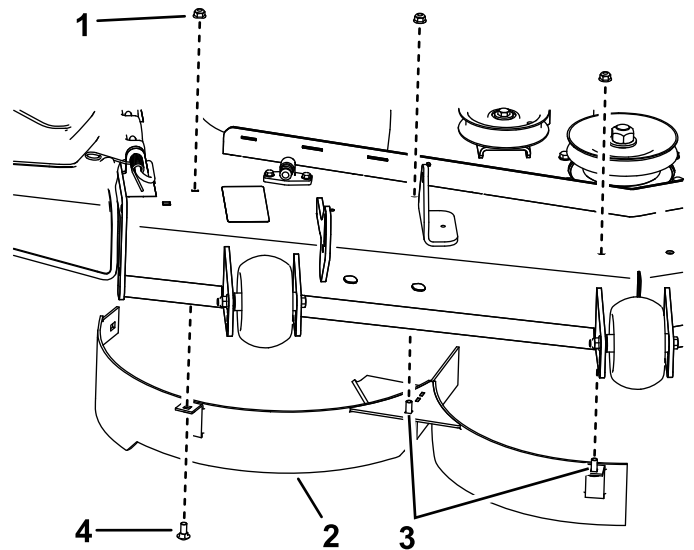

図 5
2. 右側バツフルを取り付けるキャリッジボルト 5/16 x 3/4" 1 本とナット 5/16" 3 個を使用して **図 5** のように取り付ける。ナットは手締めする。